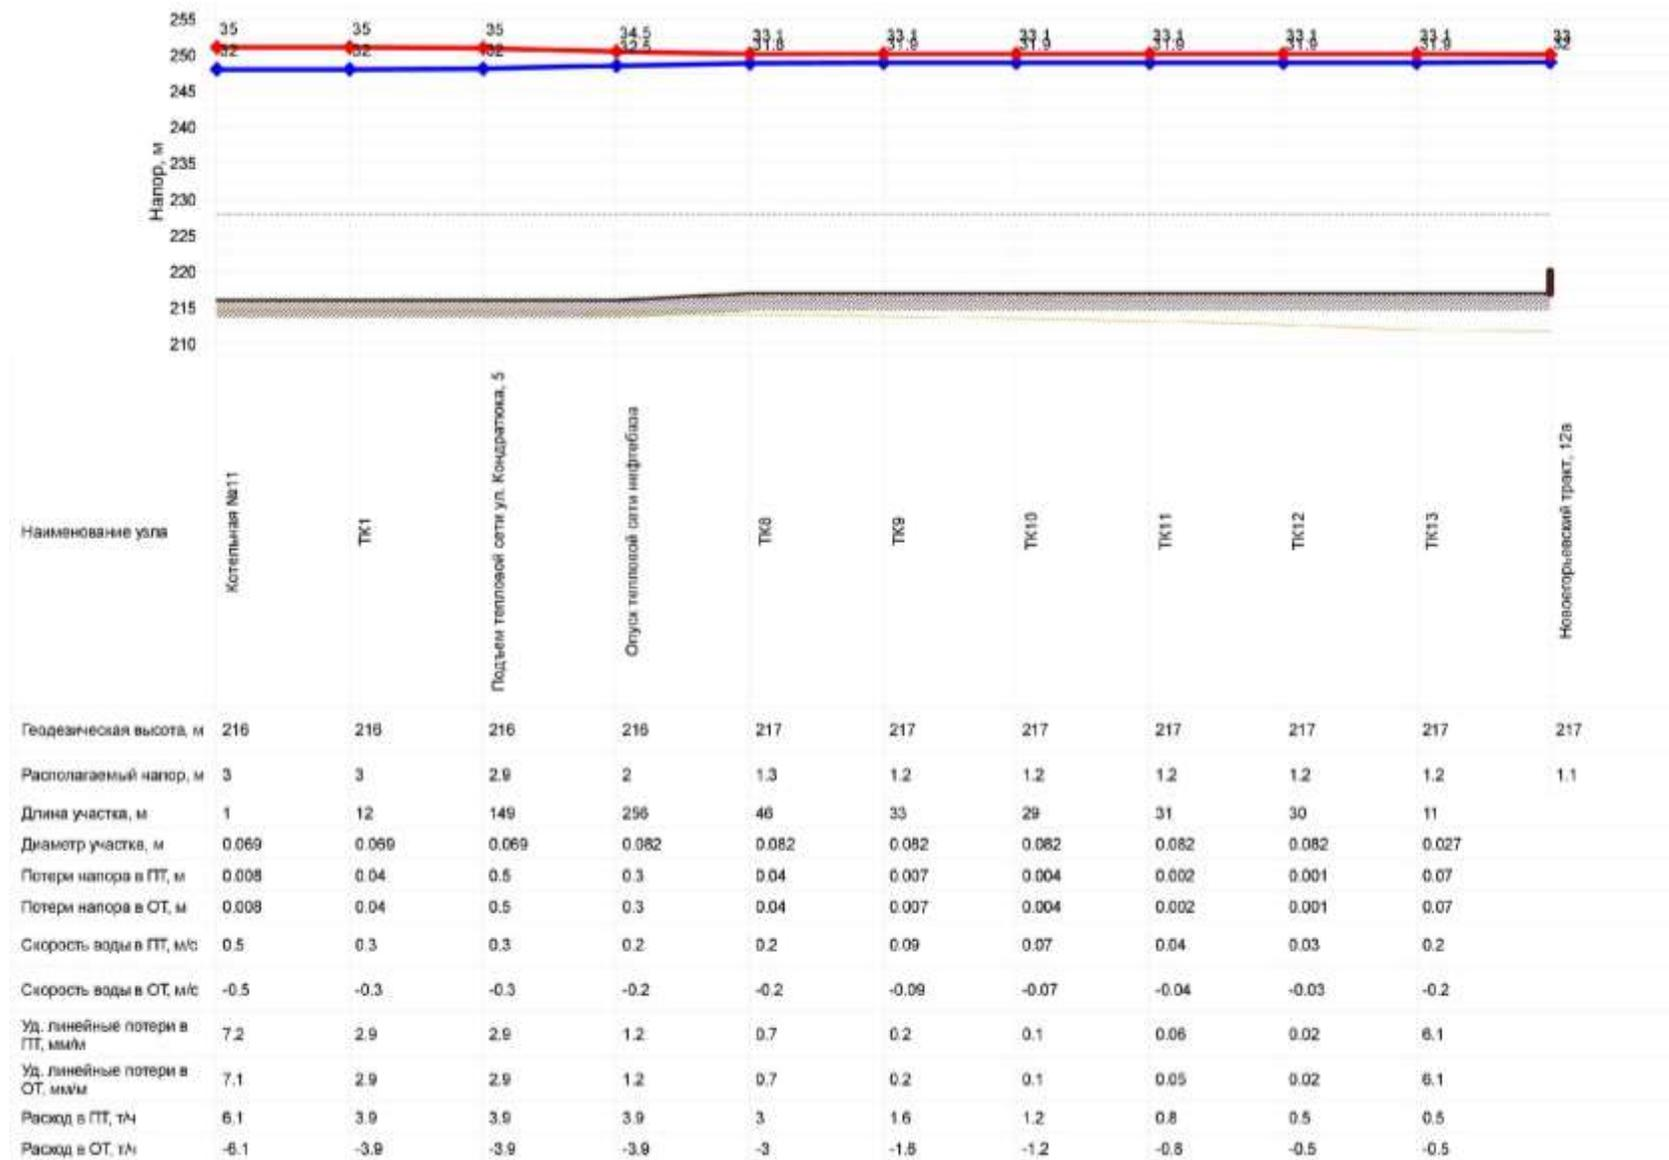

Рисунок 34 - Пьезометрический график от котельной № 11 до здания по Новогорьевскому тракту, 12а
– расчетный путь от котельной №11 до здания по Новогорьевскому тракту, 12а (рисунок 33), основные характеристики теплопровода и режимные параметры теплоносителя (таблица 17), результаты гидравлического расчета, пьезометрический график (рисунок 34).